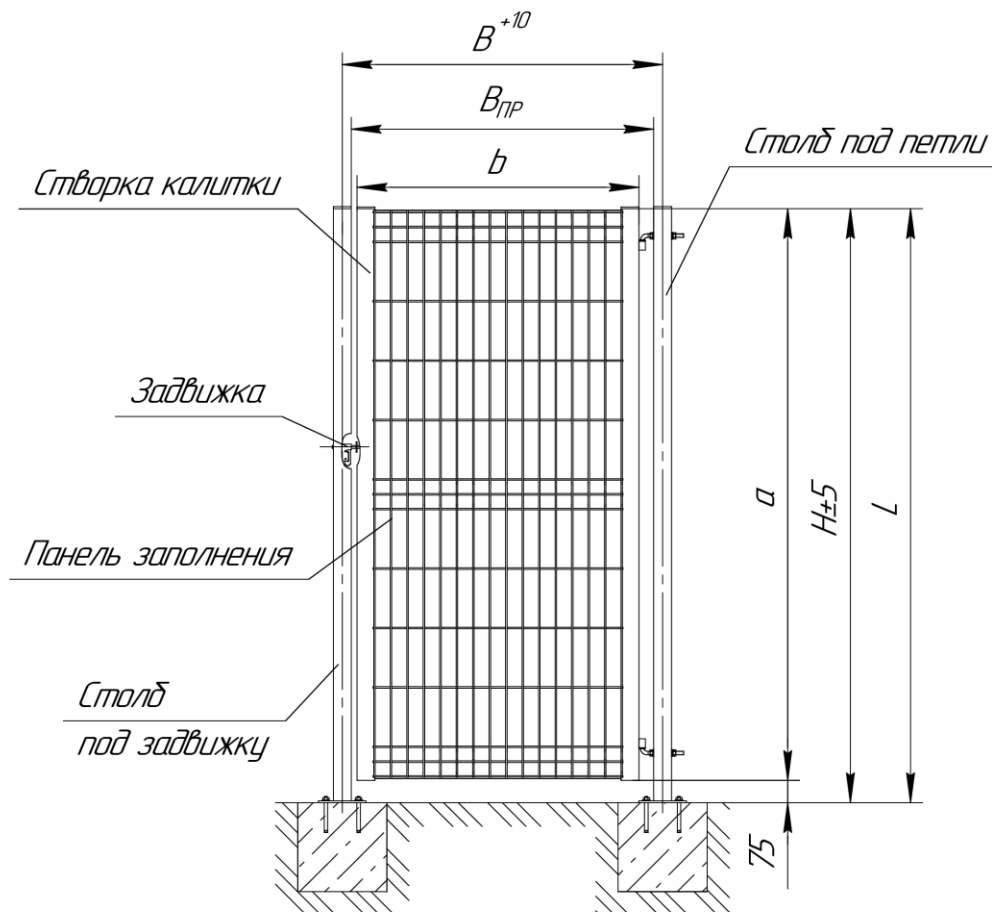

Рис. 1. Калитка распашная со столбами с фланцем
1.2. Калитка состоит из двух столбов и створки (рис. 1). Рама створки калитки выполнена из стального профиля сечением 60x40x1,4, заполнение створки сварная сетчатая панель. Крепление створки калитки к одному из столбов осуществляется посредством петель. Ко второму столбу крепится ловитель, обеспечивающий фиксацию калитки в закрытом состоянии. Для закрывания калитка оборудуется накладным замком.